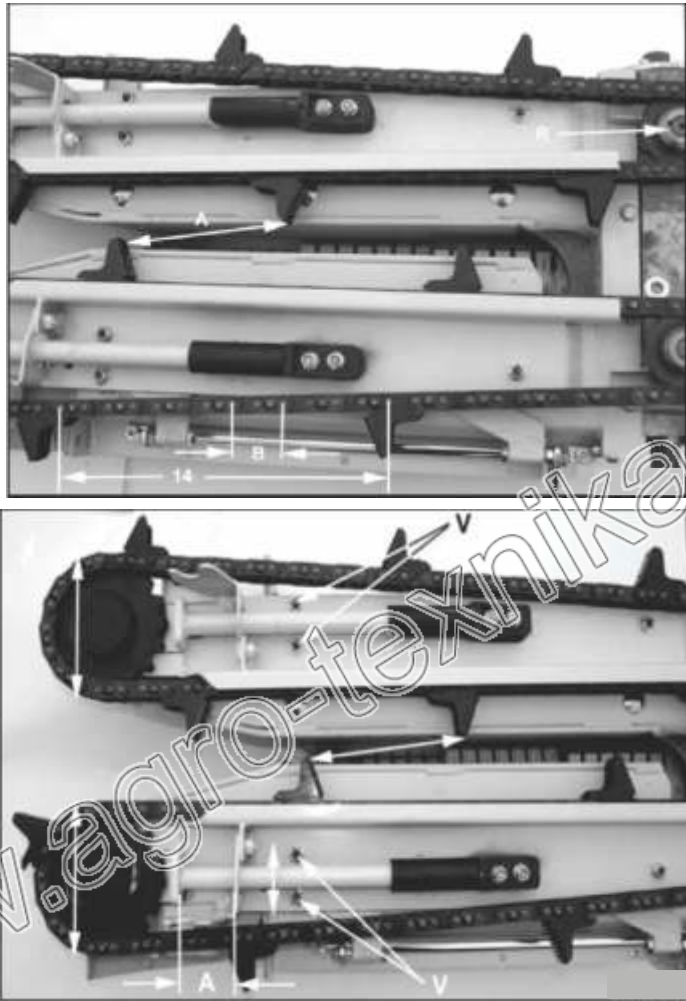

Рис. 13
Если определяется удлинение цепи (рис. 13), то один раз имеется возможность укоротить цепь на одну внешнюю и одну внутреннюю пару звеньев цепи (В). Укорачивание следует произвести в зоне (14) = расстояние в 14 шт. валиков цепи от повода к поводу.